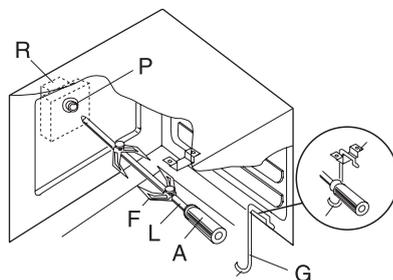

fig. 10
- Steek het gerecht aan de spit (L) en zet het stevig en goed uitgebalanceerd vast met de haken (F). Zie fig. 10.
- Duw de draaispit in opening (P) van de grillmotor (R) en leg hem aan de voorzijde in haak (G). Verwijder handgreep (A).